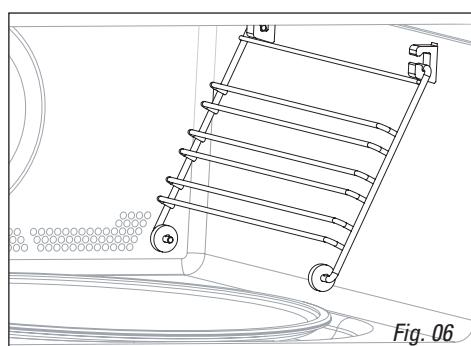
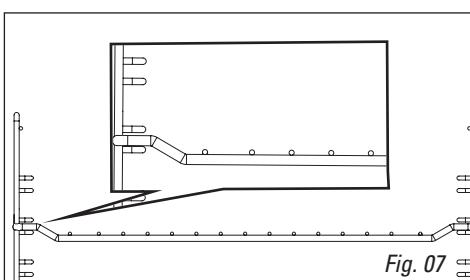

Fig. 06
Fig. 07
- **De zijroosters** (*Fig. 06*): met behulp van 2 zijroosters kunt u de oventoebehoren op 3 niveaus gebruiken. De 3 niveaus worden afhankelijk van de bewijze en het gerecht gebruikt (*Fig. 07/08*). Met de **Grill of Grill + Microgolven functies** gebruikt u het rooster op het 1ste niveau voor dikke gerechten zoals braadstukken, en op het 3de niveau voor minder dikke gerechten zoals koteletten en worstjes. Met de **Hetelucht of Hetelucht + Microgolven-functies**, zet u het rooster op niveau 1 of 2, naar gelang het gerecht.